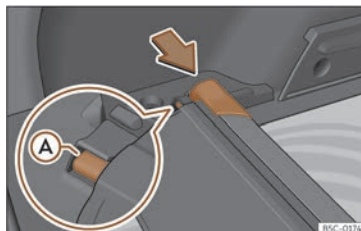

Fig. 122 Al maleter: allotjament per guardar la safata enrotllable.
- Premeu el capçal de la safata enrotllable en el sentit de la fletxa fins encaixar-lo en l'allotjament previst a tal efecte»» fig. 122. Assegureu-vos que el patí Ⓐ encaixa en el lloc corresponent.